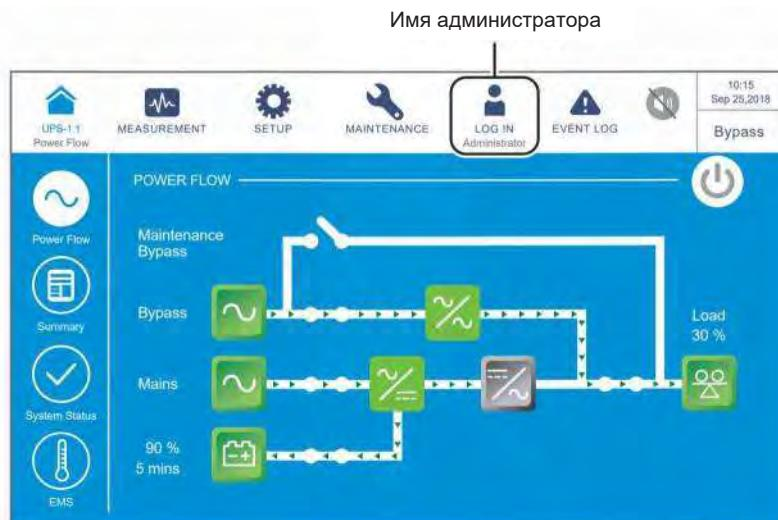

Рисунок 6-65: Экран байпасного режима и имя администратора
- 4 Войдите в систему как Администратор. Для получения пароля Администратора свяжитесь с персоналом по техническому обслуживанию. После входа в систему убедитесь, что вход произошел под именем Администратора (см. *Рисунок 6-65*).